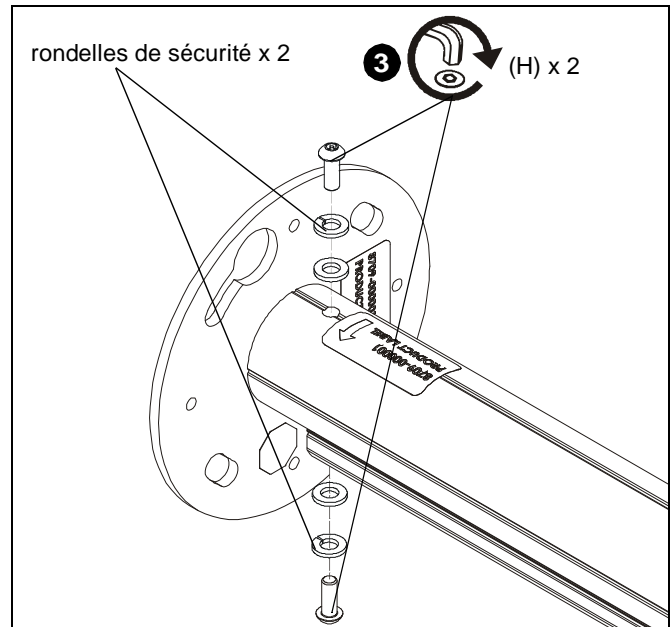

Abb. 3
3. Verwenden Sie zwei M6 x 16-mm (5/8")-Sicherheitsschrauben (H) und die in Schritt 2 entfernten Unterlegscheiben, um die Säule der KITEC-KITMC Serien-Halterung an der Adapterplatte zu fixieren. (siehe Abb. 3)
WICHTIG! Die Unterlegscheiben müssen in der gleichen Reihenfolge wieder eingesetzt werden, wobei die Sicherungsscheiben am nächsten an den Schraubenköpfen liegen. (siehe Abb. 3)